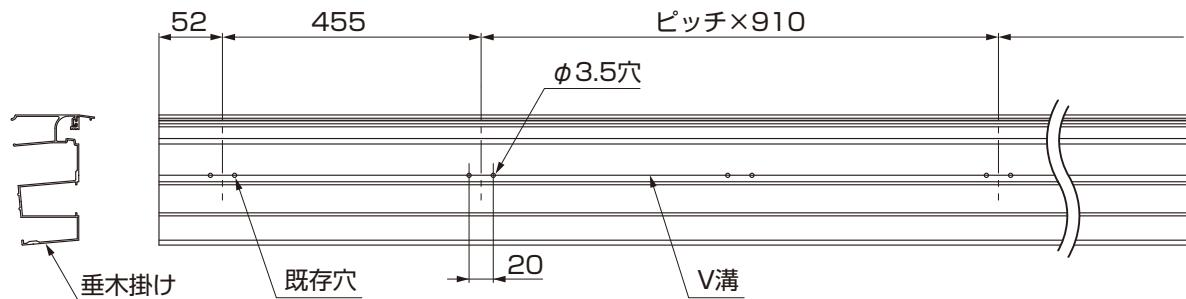

図2-11
- ①垂木掛けにφ3.5 の穴加工をしてください。(図 2-11 参照)
- ②サブ垂木組付金具を垂木掛けに【9-1】で取付けてください。